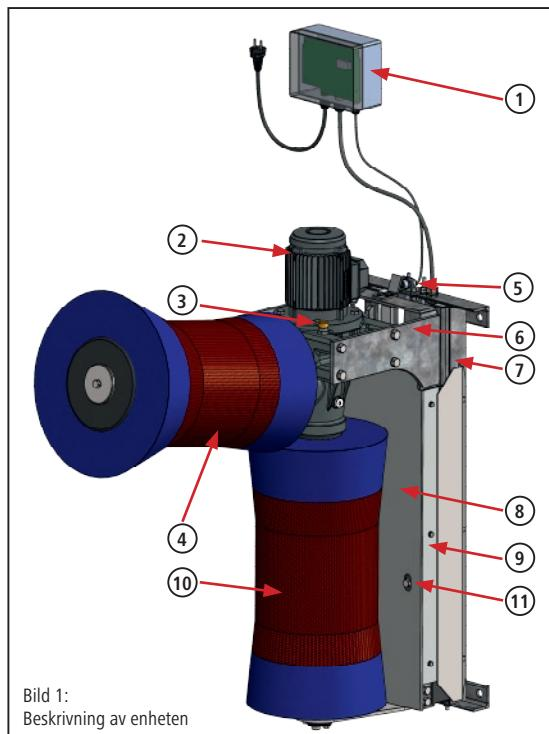

Bild 1:
- Afluftningsskruv för drevet medföljer och måste monteras före första användning (se bild 1 – pos. 3)!
- Den medföljande aveluftningsskruven för drevet måste monteras före den första aktivering (se bild 1 – pos. 3)! Om detta inte följs kan det leda till skador på drevet!